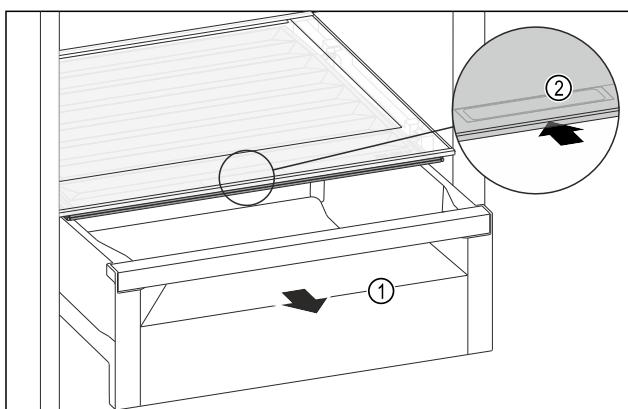

Fig. 111
- Изтеглете чекмеджето Fig. 111 (1).
- Хванете вдълбнатия захват Fig. 111 (2) на капака на отделението и едновременно с това избутайте назад капака на отделението.